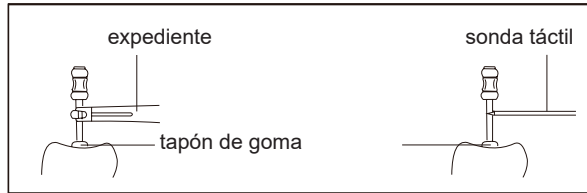

Imagen 23
4.2.6 Cuando la lima llegue al ápice, ajuste la pieza de goma establecida en la lima endo al punto de referencia (borde incisal o borde de la fosa), luego extraiga la lima endo, mida la longitud entre la parte superior de la lima y la pieza de goma, y Esta es la longitud de trabajo del diente. También se puede usar con la sonda táctil en lugar del clip de archivo, cuando No es conveniente medir los dientes posteriores [Imagen 23].